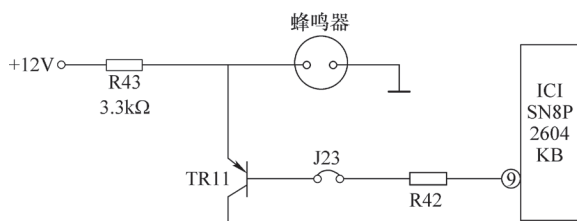

图 4-38 蜂鸣器控制电路原理图
在图 4-38 中，IC1（SN8P-2604KB）单片机是在具有一定程序的编程软件控制下驱动外围电路进行工作的。因此，当 TR11 发射结击穿，使 IC1 ⑨脚电压上升时，将影响到 IC1 内部电路的工作点电压，进而使驱动程序紊乱，整机不工作。因此，在一些疑难故障中，注意 IC1 的一些引脚电压的变化情况，对分析和判断故障原因会很有帮助的。